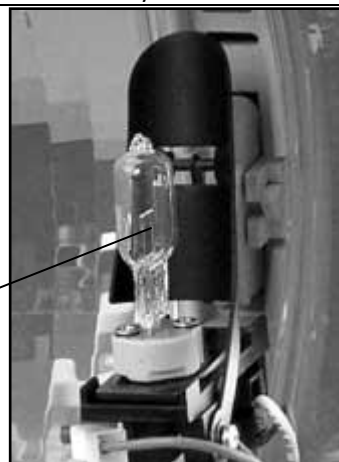

Рисунок 8.1.4.
- Витягнути Лампу “D”, потягнувши її вгору (Рисунок 8.1.4.);